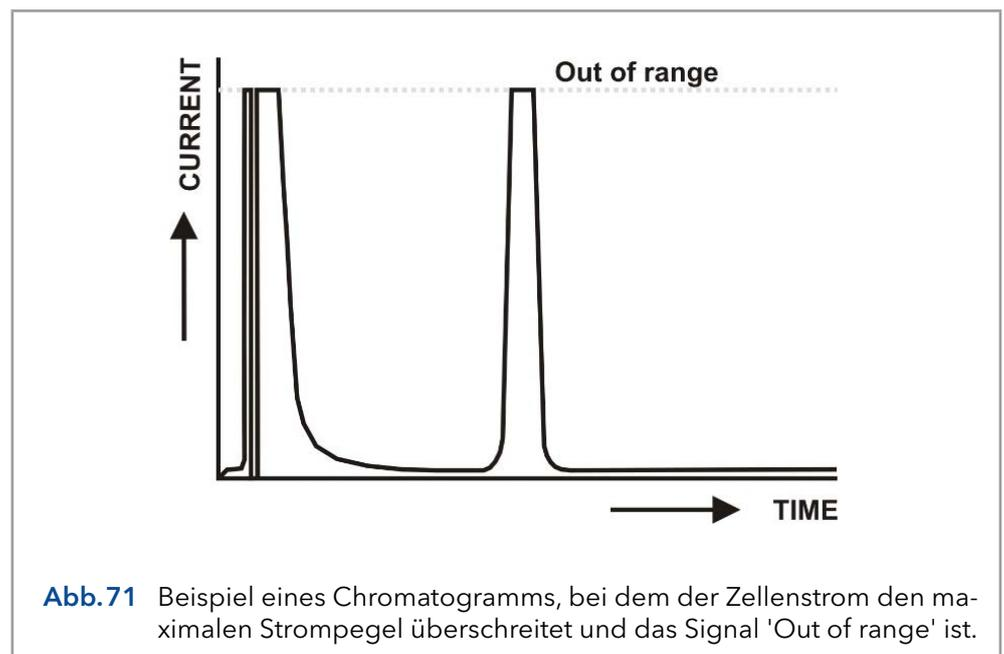

Abb. 71 Beispiel eines Chromatogramms, bei dem der Zellenstrom den maximalen Strompegel überschreitet und das Signal 'Out of range' ist.
*) Ein 'Out of range'-Fehler erscheint, wenn der Zellenstrom I_{cell} die Grenze des Strombereichs überschreitet, in dem die Messung durchgeführt wird (siehe Abb. 71).